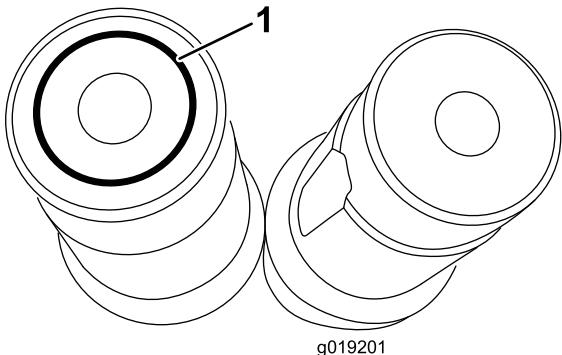

図2
**注** 左ホイールモータには、図2のように、シャフトに黄色の丸印またはリング状の彫り込みがなされているので識別できる。